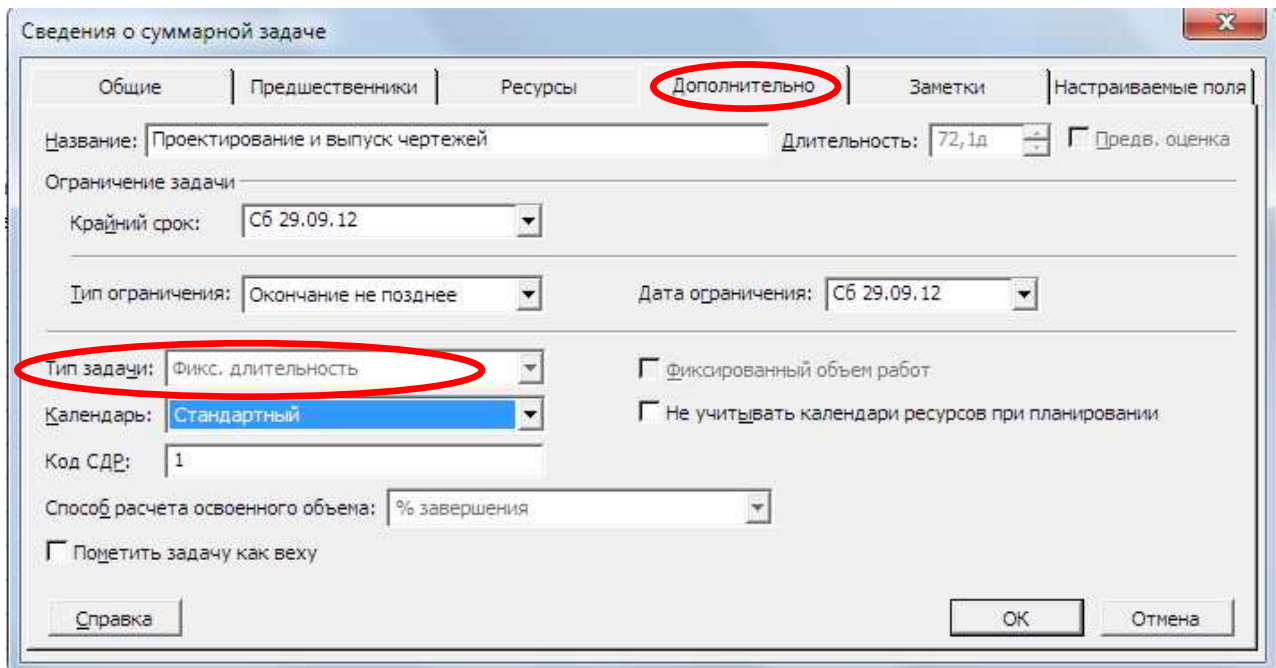

Рис. 8 – Вид диалогового окна **Сведения о задаче** (Дополнительно)
- *Тип задачи* устанавливается на вкладке *Advanced* (Дополнительно) диалогового окна *Task Information* (Сведения о задаче) (рис. 8).